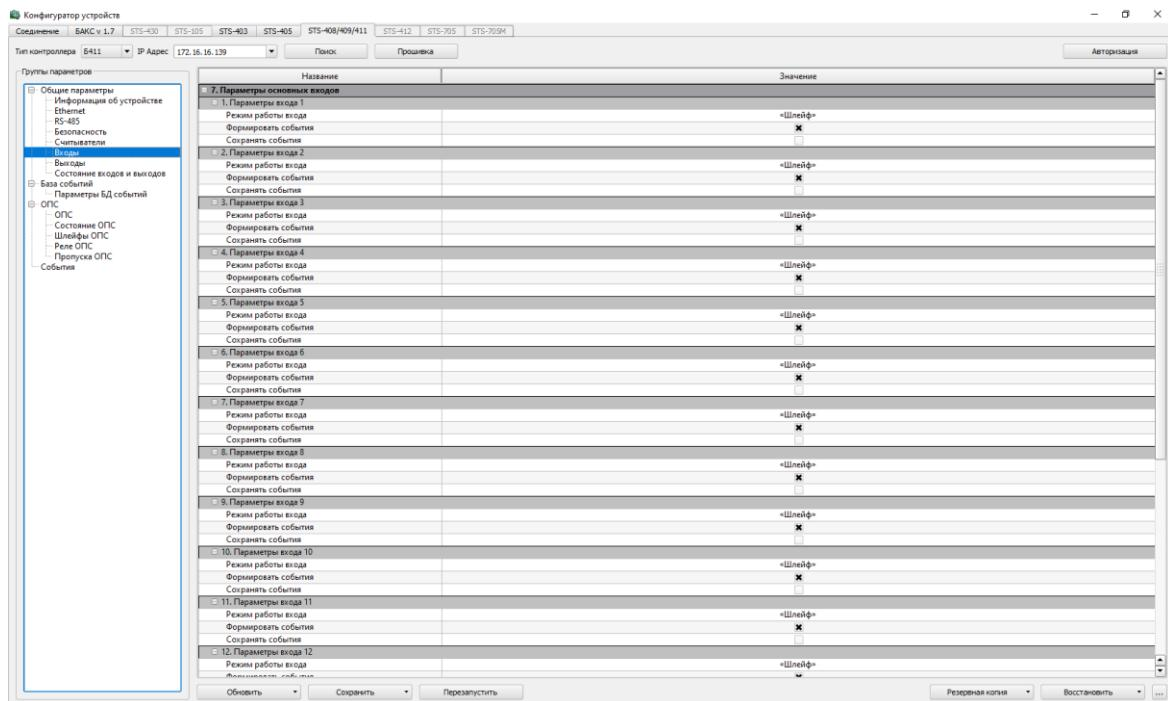

Рисунок 21 – Входы
- Входы – здесь отображаются параметры шлейфов и дополнительных входов (рисунок 21).